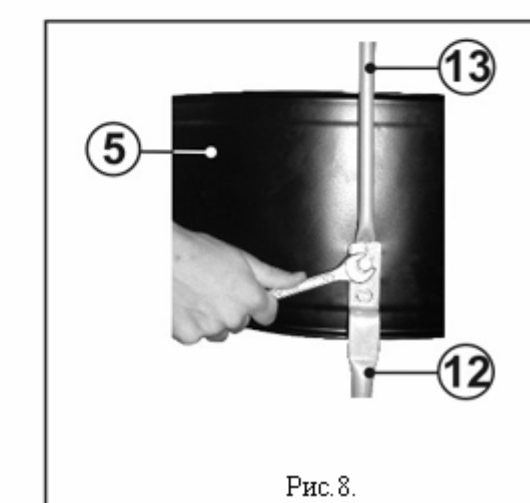

Рис. 8.
- 8.7. Установите вертикальные стойки (13) в верхнее положение, совместив два отверстия в них с отверстиями на корпусе фильтра (5) и отверстиями в верхних концах опор (12), и закрепите болтами Рис.8.